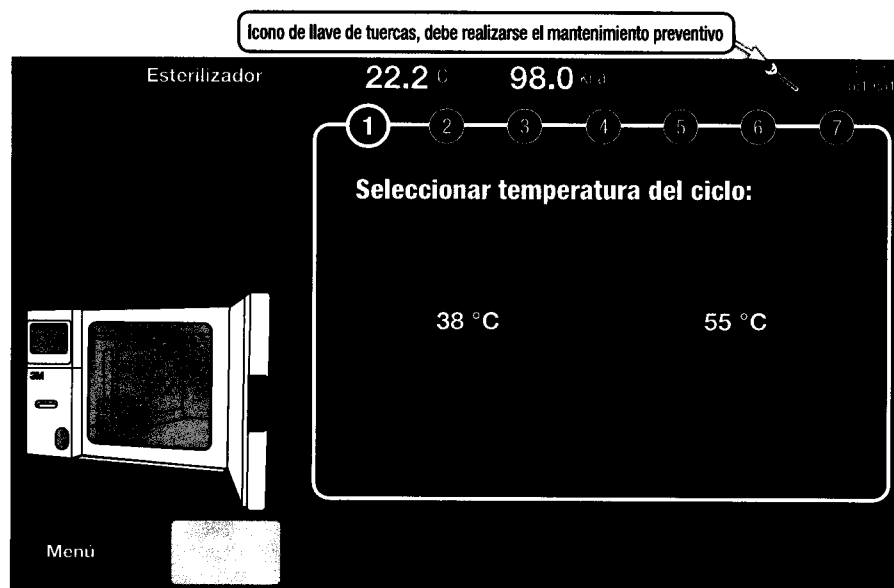

Figura 63.
Realizar mantenimiento preventivo a intervalos programados es una parte fundamental para garantizar que el esterilizador/aireador Steri-Vac™ Serie GS de 3M™ funcione correctamente en todo momento. Realice el mantenimiento a los intervalos programados de rutina de seis (6) meses como máximo. Aparecerá un **icono de una llave de tuercas** en la pantalla cuando se venza el plazo de mantenimiento (figura 63). Ninguna pieza puede ser reparada por el usuario. Solo llame al personal de servicio de 3M Health Care o al personal de servicio autorizado de 3M para llevar a cabo el mantenimiento.